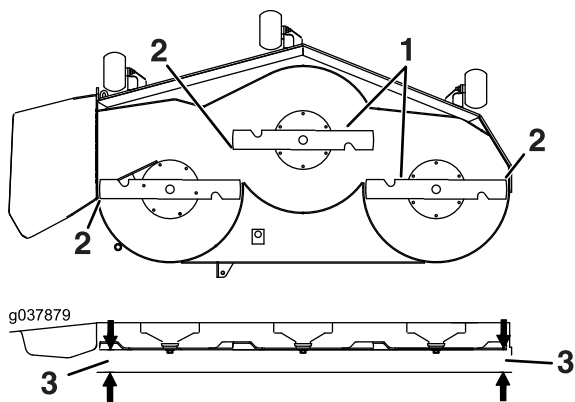

Figura 92
6. Mida entre la punta de la cuchilla y la superficie plana (Figura 92). Si ambas mediciones no están dentro de los 5 mm (3/16"), ajuste la nivelación; siga con este procedimiento.
14. Gire cuidadosamente las cuchillas colocándolas perpendicularmente al sentido de avance de la máquina (Figura 92).